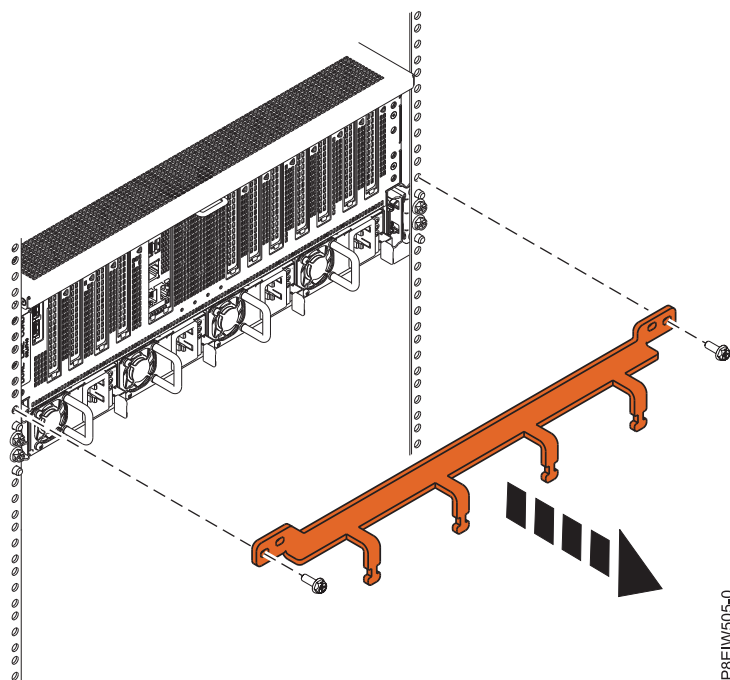

Figura 21. Removendo o Suporte de Remessa
1. Remova os dois parafusos que prendem o suporte da remessa no chassi, conforme mostrado na Figura 21.